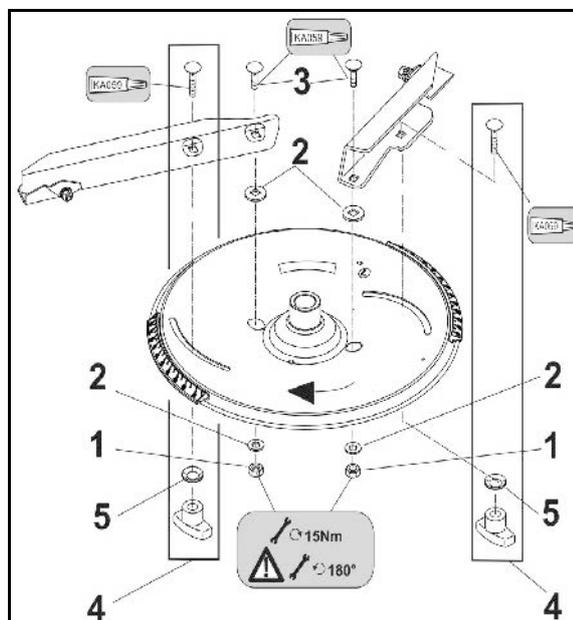

Fig. 90
2. Décompressez les ressorts (Fig. 90/1) en desserrant les écrous (Fig. 90/2).